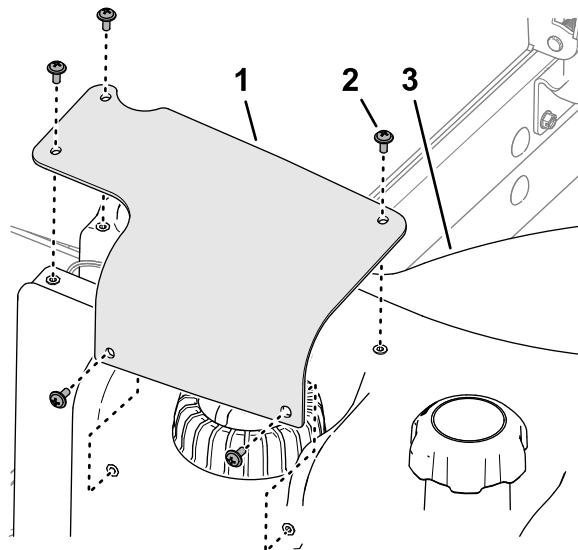

Рисунок 85
2. Отверните 5 винтов с крестообразным шлицем, которые крепят кожух датчика уровня топлива к топливному баку, и снимите кожух (Рисунок 85).